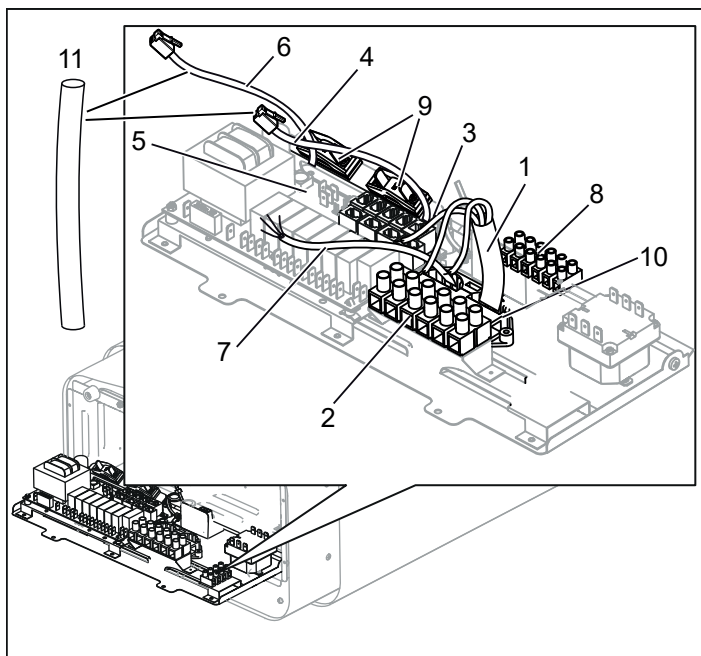
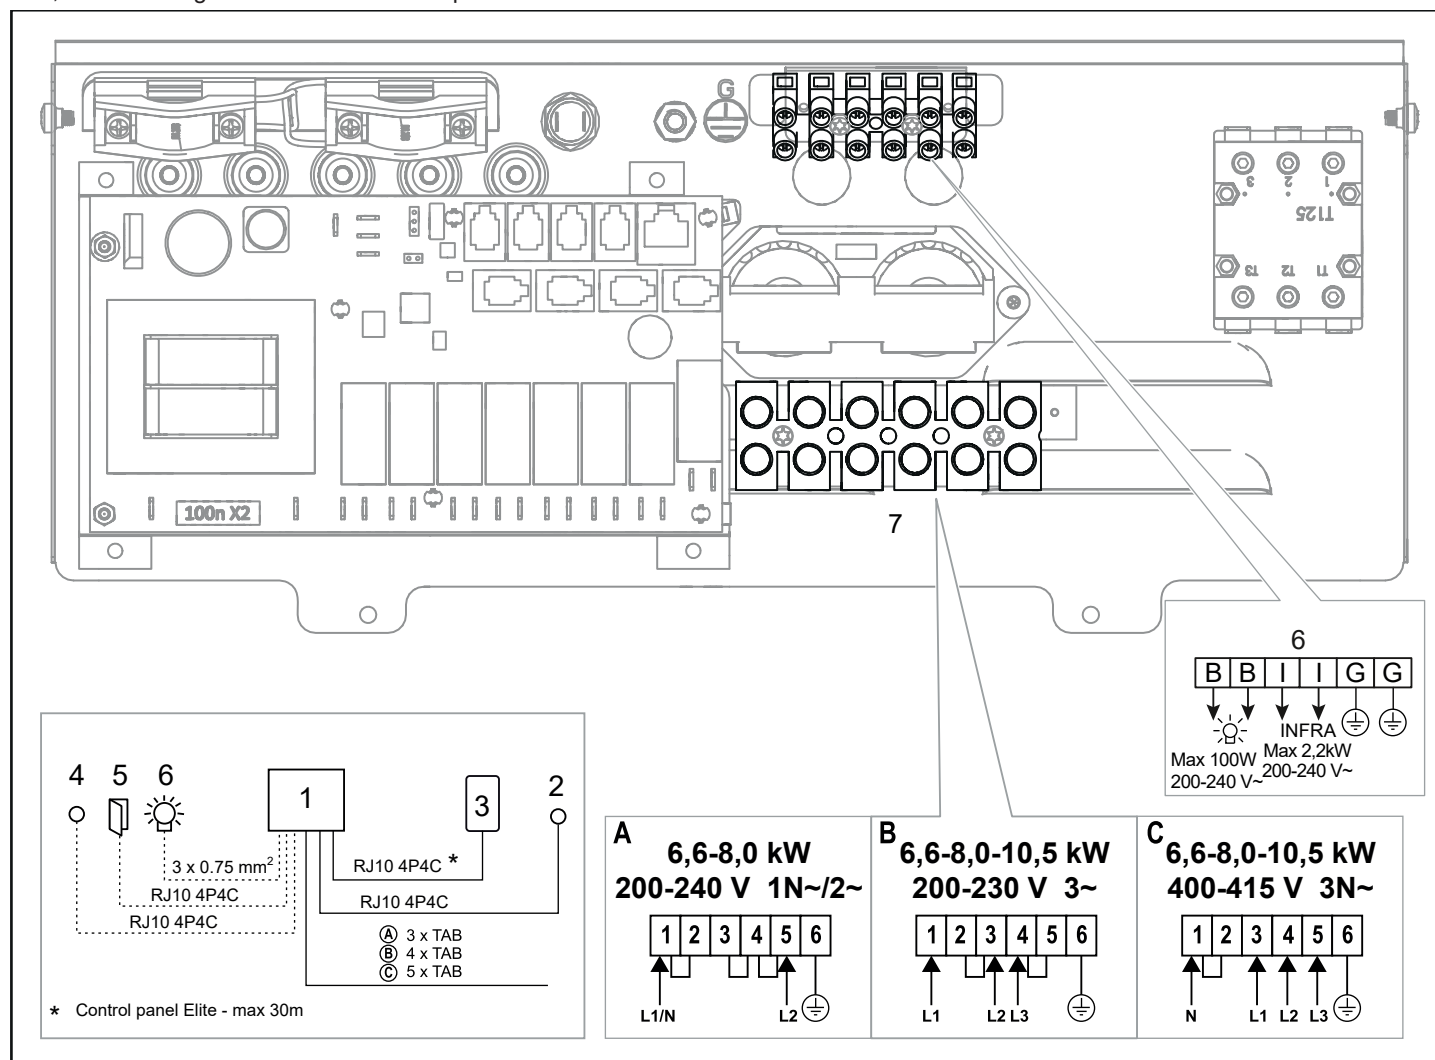
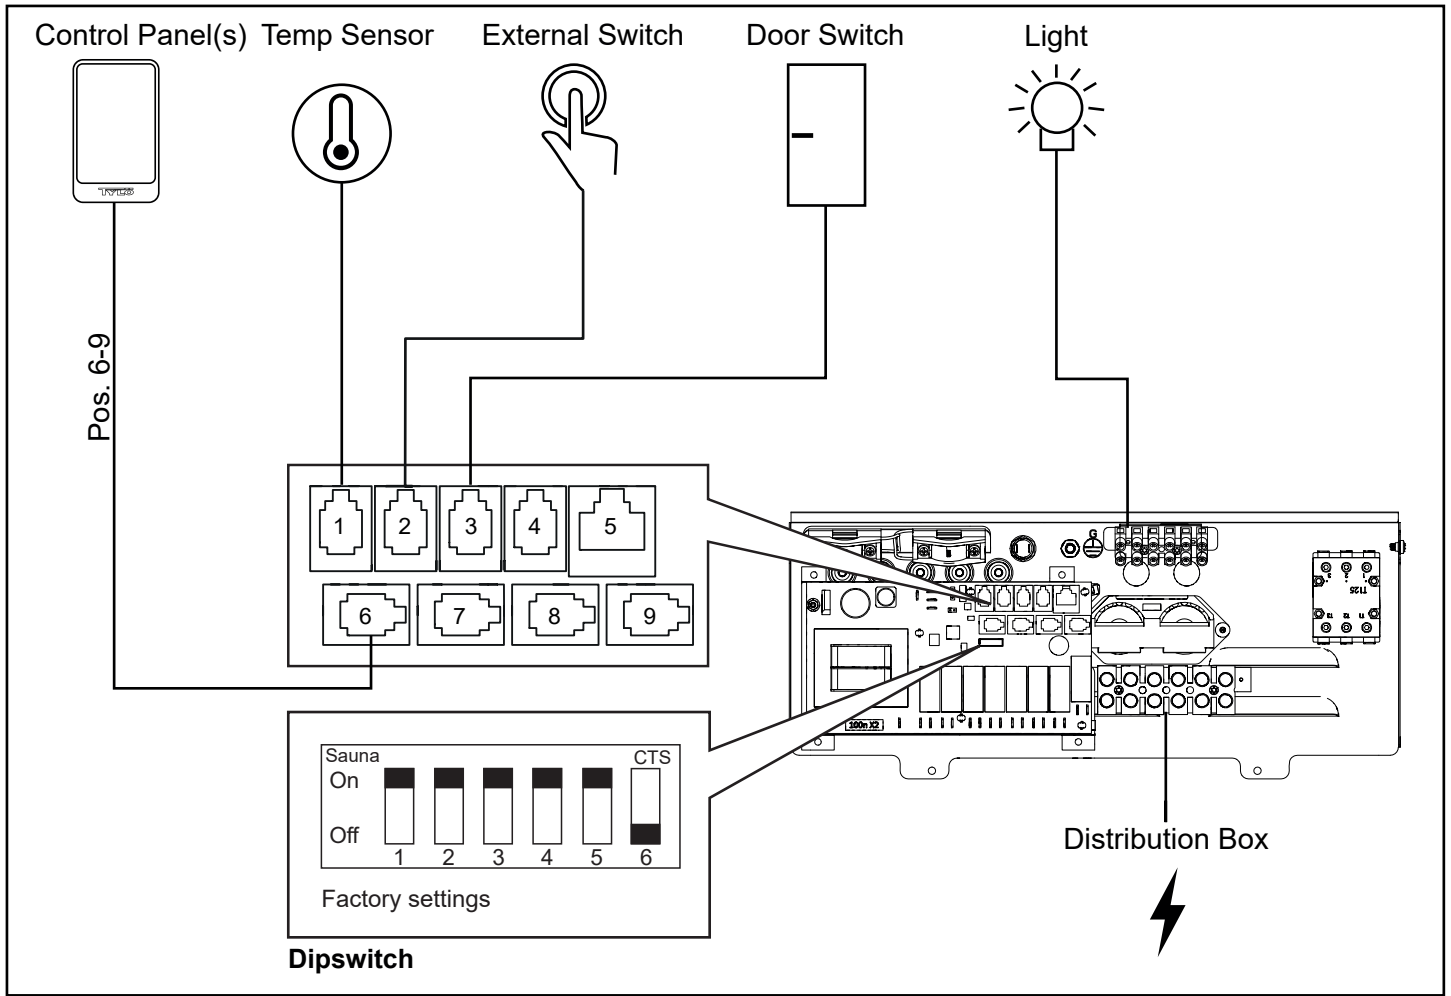

Fig 9: Kretskortet
Fig 17: Kopplingschema
Fig. 18. Schematisk installation Sense Elite
3. Anslut elkabeln (se Fig 9) enligt kopplingschema (se Fig 17).
4. Dra kablar för manöverpanel och temperatursensor genom kabelgenomföringarna (se Fig. 9). Anslut manöverpanelens kabel i en av de fyra RS485-kontakterna (position 6-9) (se Fig 18).
5. Anslut sensorns kabel till NTC-kontakten på kretskortet (position 1) (se Fig. 18).
6. Anslut eventuell kabel till belysning, se Fig 9, till enligt kopplingsschema Fig 17.
Vid inkoppling till spänningar eller fas-tal, som inte anges i kopplingschema Fig 17, kontakta Tylö kundservice.